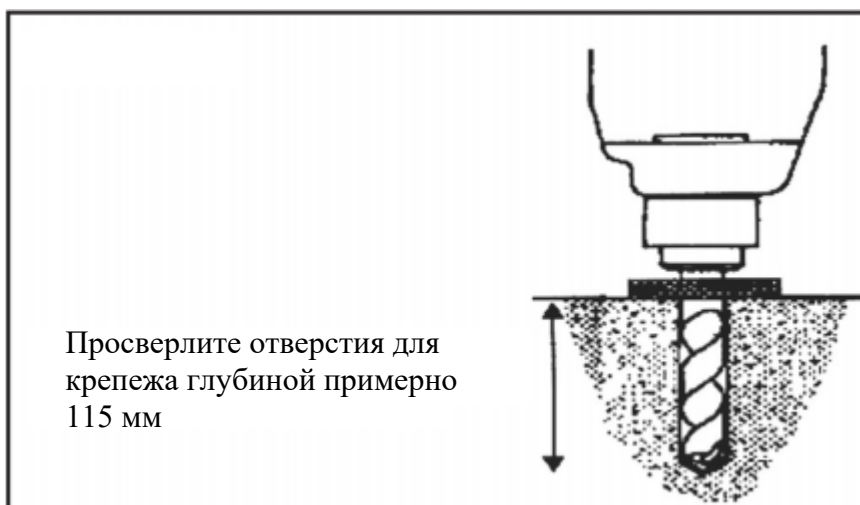

Рис. 15.2
2. Используя в качестве ориентира отверстия в основаниях стоек, просверлите отверстия для крепежа глубиной примерно 115 мм с помощью перфоратора и сверла по бетону с хвостовиком Ø19 мм (см. рис. 15.2).